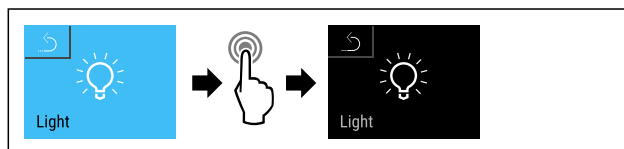

Fig. 71
- ▶ Suivre les étapes (voir Fig. 71) .